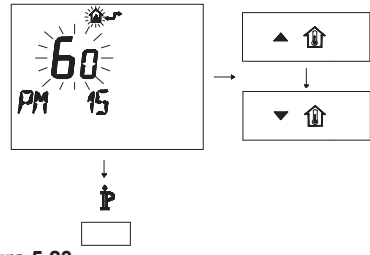

Figura 5.23
- Modificare il SET programmato agendo sui pulsanti ▲⬆ o ▼⬆ fino a visualizzare un **set di 60**, aspettare che il numero programmato cominci a lampeggiare (Figura 5.23).